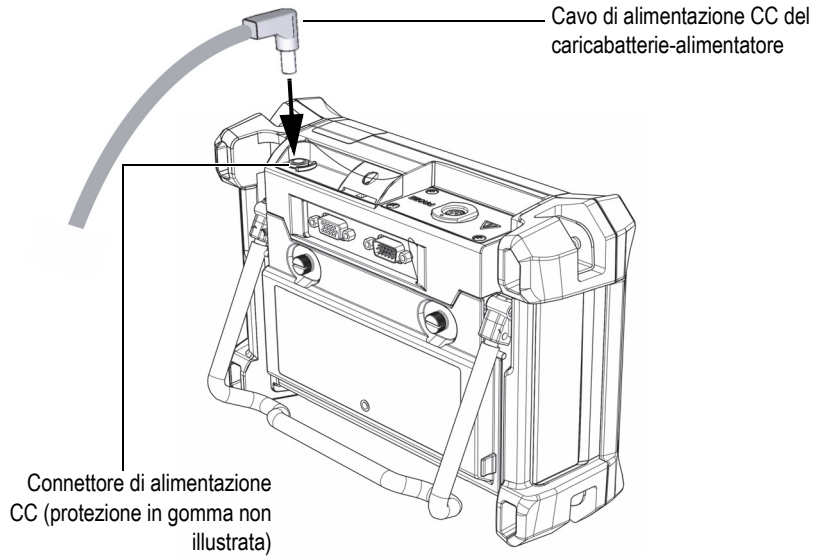

Figura 2-8 Collegamento alla presa di alimentazione CC
3. Collegare il cavo di alimentazione CC del caricabatterie-alimentatore al connettore situato nella parte superiore del BondMaster 600 (vedere Figura 2-8 a pagina 41).